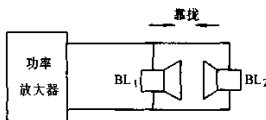

图 2-53 识别扬声器极性示意图
(2)试听判别方法。扬声器的引脚极性可以采用试听判别的方法,如图2-53所示,将两只扬声器按图示方式接好线,即将两只扬声器两根引脚任意并联起来,再接在功率放大器的输出端,给两只扬声器馈入电信号。此时,两只扬声器同时发出声音。然后,将两只扬声器口对口地接近,此时若声音愈来愈小,说明两只扬声器反极性并联,即一只扬声器的正极与另一只扬声器的负极相并联。